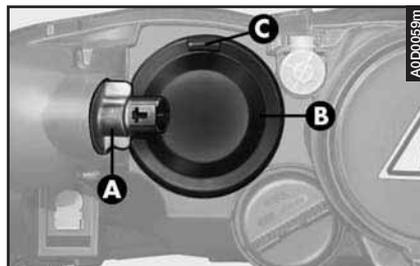

fig. 32
- Ruotare in senso antiorario e sfilare il portalampada (**A-fig. 32**) della freccia, senza staccare il connettore, per aumentare lo spazio di manovra.